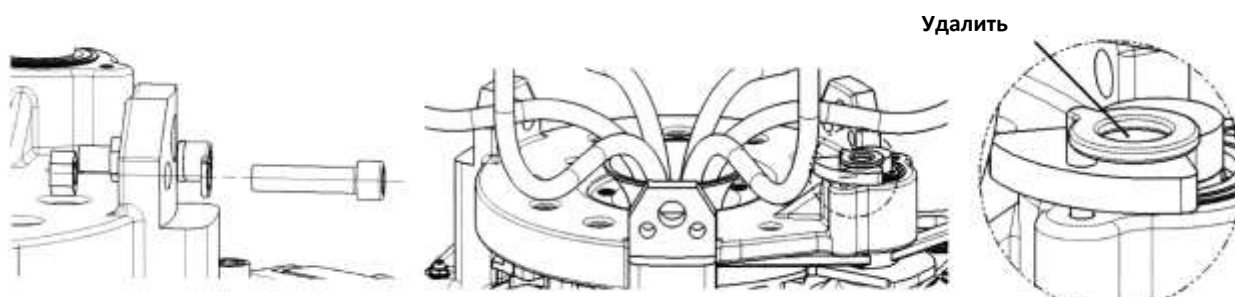

Рис. 12.
1. Разместите избиратель на плоской поверхности, открутите шесть болтов с внутренним шестигранником M12 (используйте шестигранный ключ №8, Рис.11), пружинную шайбу и гайки, проверьте, не изношены ли колпачки. Снимите стопор на избирателе (Рис.12).